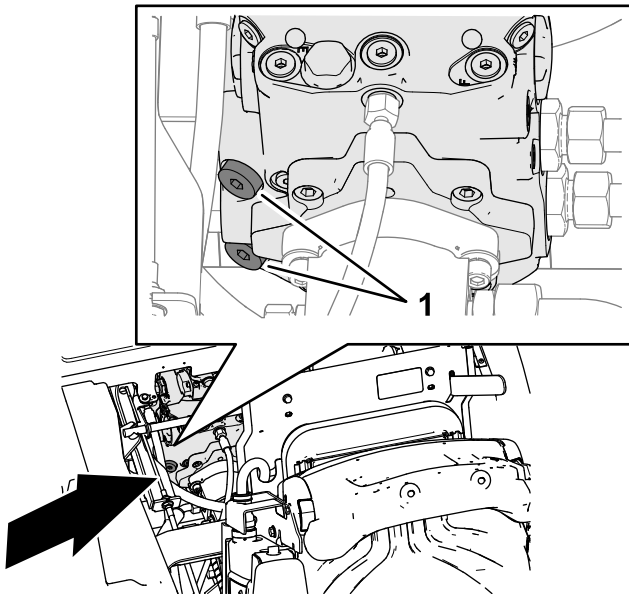

Figura 35
1. Utilice una llave allen de 8 mm para girar los 2 tapones de cabeza hexagonal de las válvulas de alivio de la bomba de la transmisión 3 vueltas completas en sentido antihorario (Figura 35).